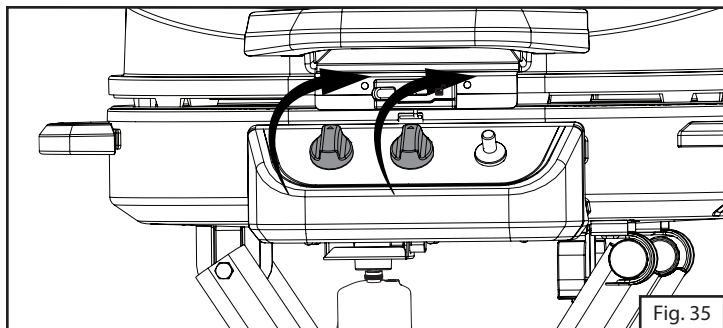

Fig. 35
- Cierre las dos perillas de mando. (Fig. 35)